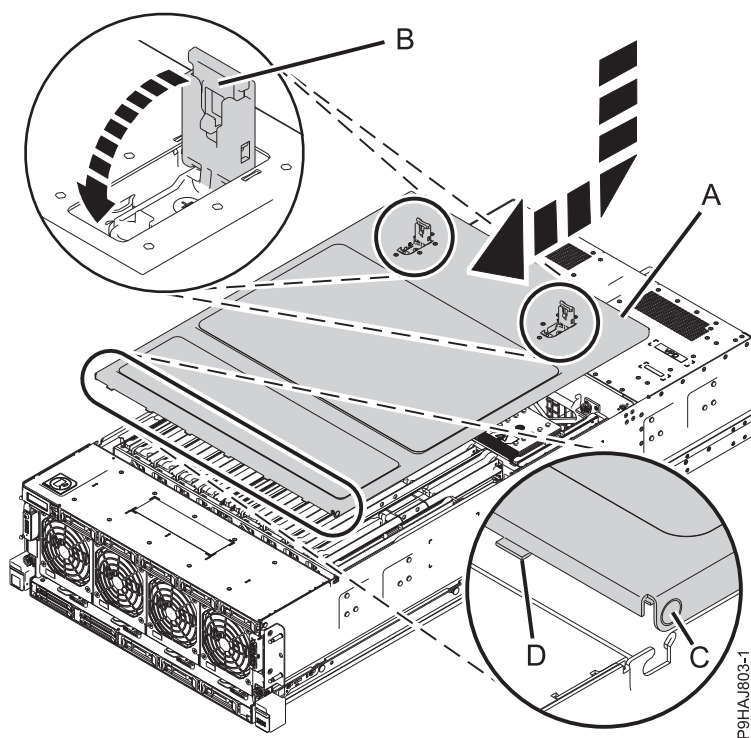

Figure 19. Installation du capot d'accès
- a. Faites glisser le capot (**A**) dans l'unité centrale, comme illustré à la figure 19, à la page 21.
- b. Fermez les loquets (**B**) en appuyant dessus dans la direction indiquée dans la figure 19, à la page 21.